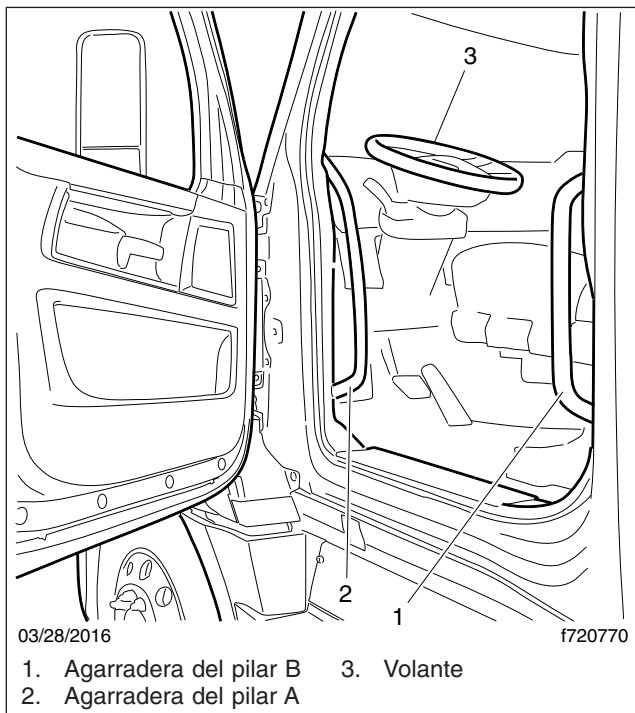

Figura 2.3, Acceso a la cabina por el lado del conductor
2. De frente a la cabina, sujete las agarraderas del pilar A y el pilar B con las manos. Vea la Figura 2.3.
1. Agarre el volante la su mano derecha y la agarradera del pilar B con la mano izquierda, y coloque su pie izquierdo en el escalón superior. Vea la Figura 2.3.